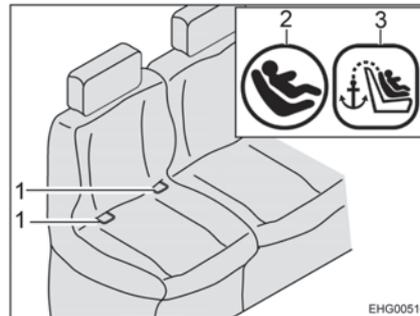
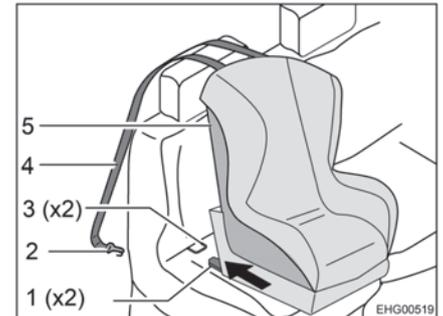

Fig. 8 Siège avec Isofix
Fig. 9 Fixation avec Top-Tether
- Encliqueter les bras d'encliquetage (Fig. 9,1) dans les étriers de fixation (Fig. 8,1 et Fig. 9,3). Un cliquetis clair doit être entendu.
- Vérifiez à l'aide d'une forte secousse si le siège pour enfant (Fig. 9,5) est bien installé.
- Glissez la sangle Top-Tether (Fig. 9,4) sur l'appuie-tête du siège du véhicule.
- Accrocher le crochet de fixation (Fig. 9,2) au point d'ancrage en face arrière du siège.